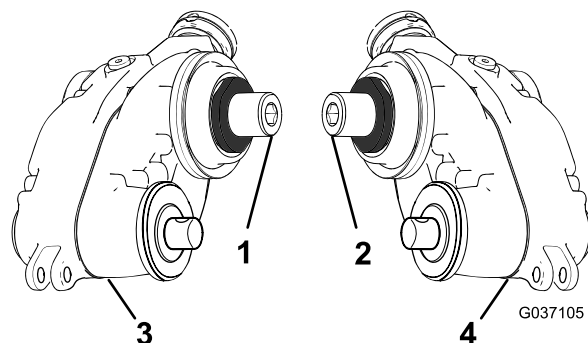

図 8
1. 左用のグルーマ駆動ボックスと右用のグルーマ駆動ボックスを準備する図 8を参照。